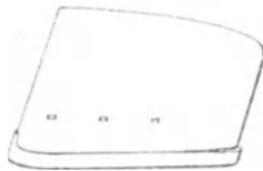

Abb. 70. Stumpfer enger Huf.
**Das Eisen für den engen Huf.** Tragerand nur an der Zehe hinter dem Aufzug mäßig schräg nach innen abfallend, an den anderen Teilen wagerecht. Ränderung bodenweit am äußeren Eisenschenkel und den Schenkelenden. Die Lochung des Eisens ist flach (Abb. 70).
**Das Eisen für den stumpfen Huf.** Ränderung an der Zehe bodenweit, die Schenkel sind kürzer und enden bodeneng (Abb. 70). Der Aufzug liegt auf der Zehenwand, Zehenrichtung ist gering.